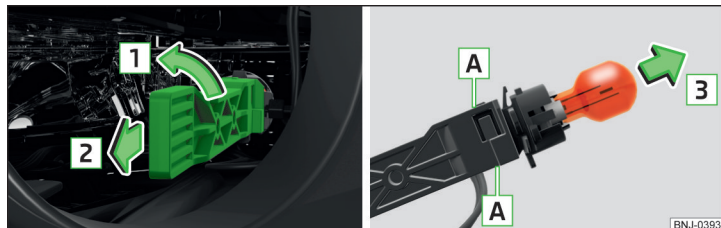

Fig. 289 Cambiar la bombilla para luz intermitente delantera
- Girar el portalámparas con la bombilla en el sentido de la flecha **1** » fig. 289.